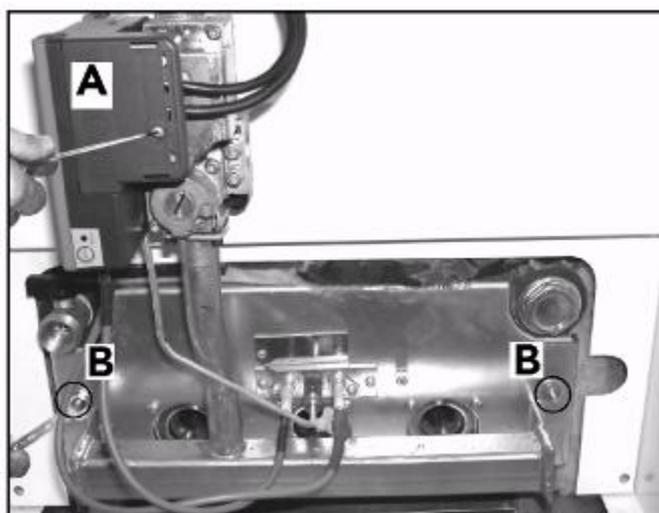

рис. 8
- Вынуть электронную централь управления А из газового клапана (рис. 8);
- Отвинтить две гайки В, которыми крепится дверца камеры горения к чугунным элементам котла (рис. 8);